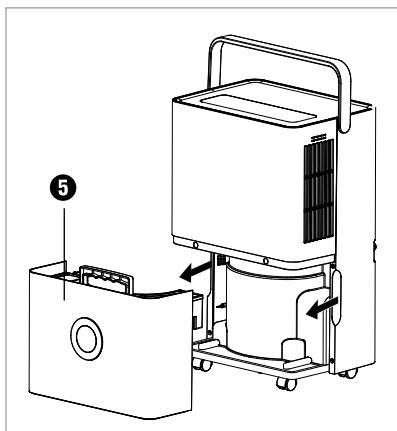

Abb. 1
- ◆ Ziehen Sie den Wassertank **5** vorsichtig an den seitlichen Griffmulden **4** aus dem Gerät heraus (siehe Abbildung 1). Verwenden Sie den Griff, um den Wassertank **5** zu transportieren.